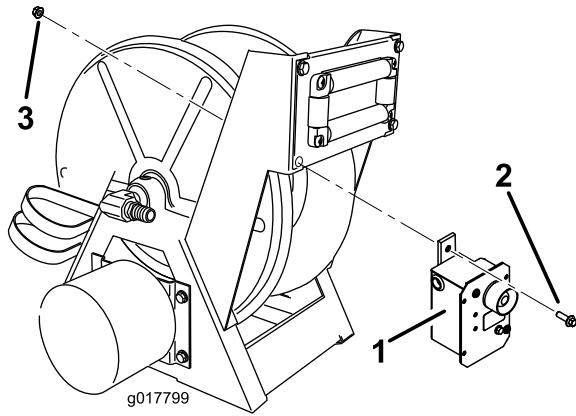

Figura 2
1. Retire y deseche el perno y la tuerca del soporte de rodillo inferior interior del carrete de la manguera (si existe) e instale la caja eléctrica en el hueco (Figura 2), usando un perno con arandela prensada (5/16 x 1 pulgada) y una tuerca con arandela prensada (5/16 pulgada).